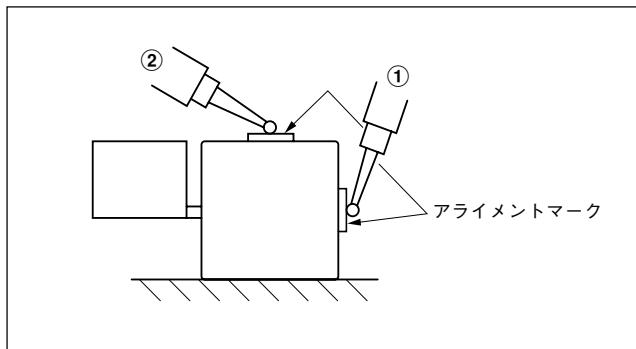

図3-7. スケールと機械の走り測定
(4) スケールと機械の走りとの平行度測定
スケール側面のアライメントマーク位置(図3-7. ①)に直接ピックテストまたはダイヤルゲージを当て、機械の走りに対してスケールの平行を出してください。